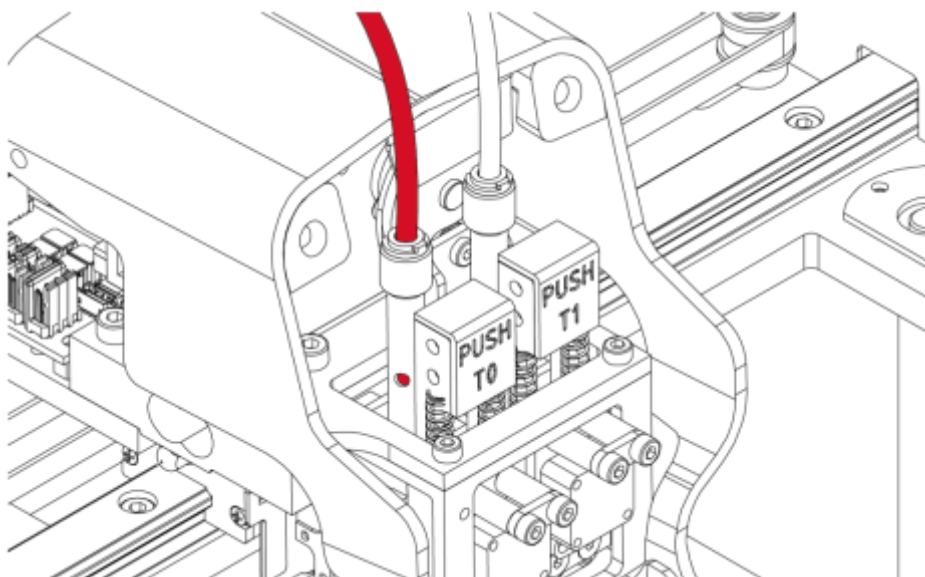

Рис. 40 Правильная установка короткой боуден-трубки
6. Установить короткую боуден-трубку. Необходимо вставить ее как можно дальше (примерно на 2 см) и поставить С-образный замок. Правильно установленная короткая боуден-трубка будет видна в отверстии в направляющей термоголовки (рис. 40).